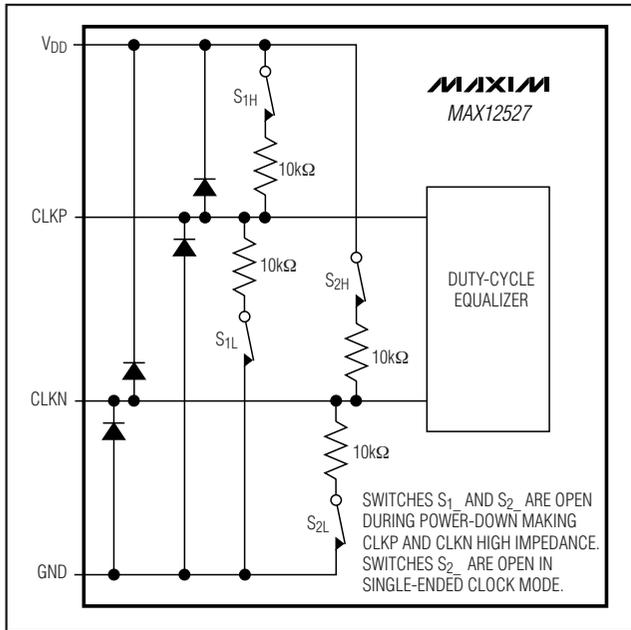

図4. 簡略化されたクロック入力回路
MAX12527のサンプリングクロックは、スイッチトキャパシタ入力T/H構成(図3)を制御して、アナログ入力信号をサンプリングコンデンサに電荷として蓄えることができます。これらのスイッチは、サンプリングクロックがハイのとき閉じ(トラックモード)、サンプリングクロックがローのとき開きます(ホールドモード)(図4)。アナログ入力信号源は、サンプリングコンデンサの充放電に必要なダイナミック電流を供給することができなければなりません。信号の劣化を防止するためには、これらのコンデンサがクロックの1/2サイクル以内に1/2 LSBの精度まで充電される必要があります。MAX12527のアナログ入力は、差動またはシングルエンド入力駆動をサポートします。差動入力の場合に最適な性能を得るためには、IN\_PとIN\_Nの入力インピーダンスを平衡させて、コモンモード電圧を中間の電源電圧( $V_{DD}/2$ )に設定してください。MAX12527は、内部リファレンスモードおよびバッファ付き外部リファレンスモードで動作するとき、COM出力から $V_{DD}/2$ の最適なコモンモード電圧を供給します。このCOM出力電圧は、図9、10、および11に示すように、入力ネットワークのバイアスに使用することができます。
MAX12527は、入力クロックデューティサイクルが広範な25%~75%の差動とシングルエンドの両クロック入力で作動します。シングルエンドクロック入力動作の場合は、DIFFCLK/SECLKとCLKNをGNDに接続してください。CLKPを外部のシングルエンドクロック信号で駆動してください。クロックジッタを抑制するためには、外部のシングルエンドクロックの立下りエッジを急峻にする必要があります。差動クロック入力動作の場合は、DIFFCLK/SECLKを $OV_{DD}$ に接続してください。CLKPとCLKNを外部の差動クロック信号で駆動してください。クロック入力をアナログ入力とみなして、その配線ルートを他のアナログ入力およびデジタル信号ラインから離してください。MAX12527がパワーダウンされると、CLKPとCLKNはハイインピーダンスになります(図4)。
- 6) CLKP、CLKNクロック入力が高インピーダンス状態になります(図4)。